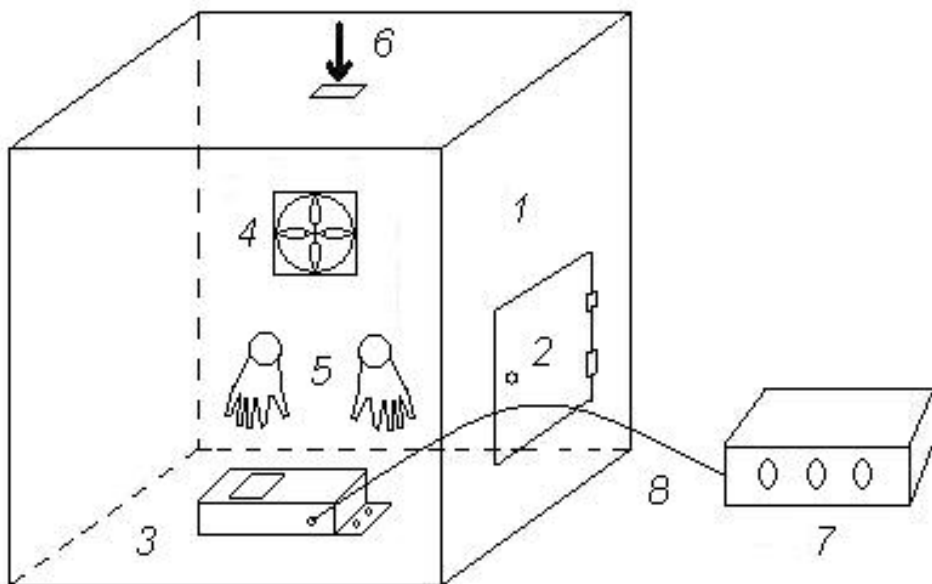

рис. 3. Схема газовой камеры КГ-100 для проверки стационарных ГС серии ИГС-98.
3.9.2. Для этого собирают установку, изображенную на рис. 3. Прибор помещается полностью в камеру через герметичный люк. Люк должен иметь
3.4. Подстройка производится с помощью часовой отвертки, желательно с изолированной ручкой, пригодной для вращения движка резистора POZ3. Расположения движка при настройке показаны на рис. 3.